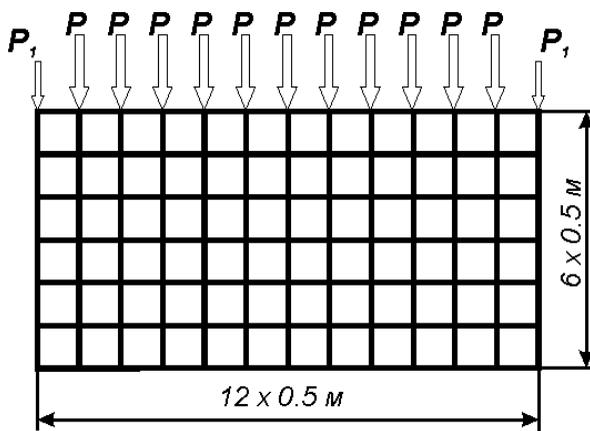

Рис. 106. Расчетная схема балки-стенки
Рассматривается задача плоского напряженного состояния. Объект расчета — вертикально расположенная бетонная плита (рис. 106) размером  $6 \times 3 \text{ м}$ , защемленная по своей нижней грани. К верхней грани приложены нагрузки. К крайним узлам верхней грани приложены силы  $P_1 = 5 \text{ кН}$ , ко всем остальным узлам верхней грани —  $P = 10 \text{ кН}$ .
- Нажав одновременно на кнопки **Ctrl + Shift**, выделите курсором все нижние узлы балки-стенки (рис. 106) (узлы окрасятся в красный цвет).
- Аналогично выделите средние узлы, находящиеся на верхней грани балки-стенки, и задайте им величину силы  $P = 10 \text{ кН}$  (рис. 106).